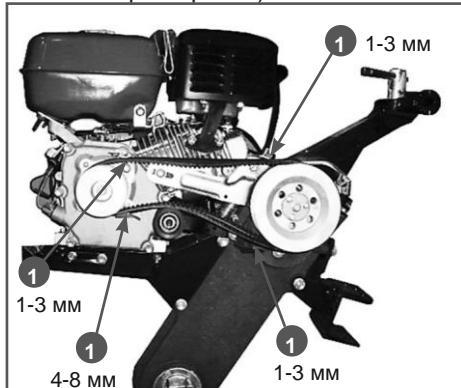

Рис. 9 Регулировка расстояния между ремнем и ограничительными скобами
Отпустите крепежные болты на ограничительных скобах ремня (1) Рис.9.